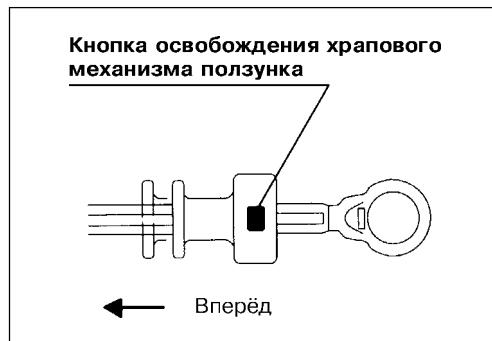
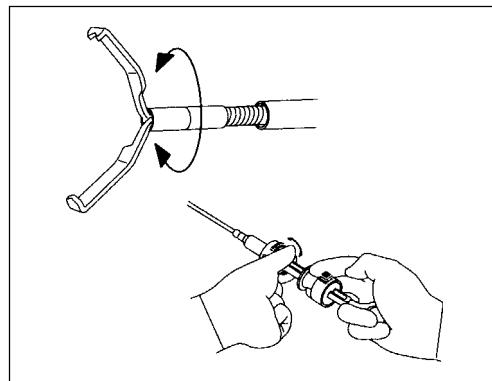

Рис. 3.17.
Рис. 3.18.
3. Переместите ползунок в дистальном направлении на максимально возможное расстояние, как показано на рис. 3.17, не нажимая кнопку освобождения храпового механизма ползунка. При этом происходит ослабление натяжения рабочей проволоки. Затем медленно поверните колесо механизма вращения клипса и убедитесь, что при этом происходит плавное вращение клипса в предполагаемую сторону (см. рис. 3.18).